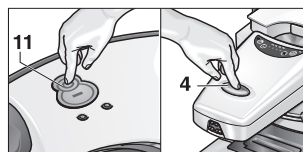

Afb. 7: Inbedrijfstelling na een lange rusttijd
- Plaats de robot bij het station en druk de oplaadcontacten van de robot ca. 60 seconden tegen de oplaadcontacten van het station (afb. 7).